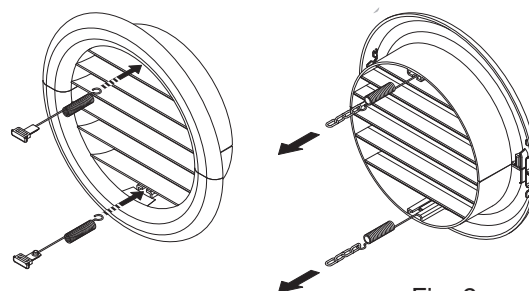

Fig. 9
- Insérez les deux capuchons (avec ressort), dans la partie avant de la grille externe, dans leurs logements, en tirant jusqu'à ce qu'ils s'enclenchent. (Fig. 9)